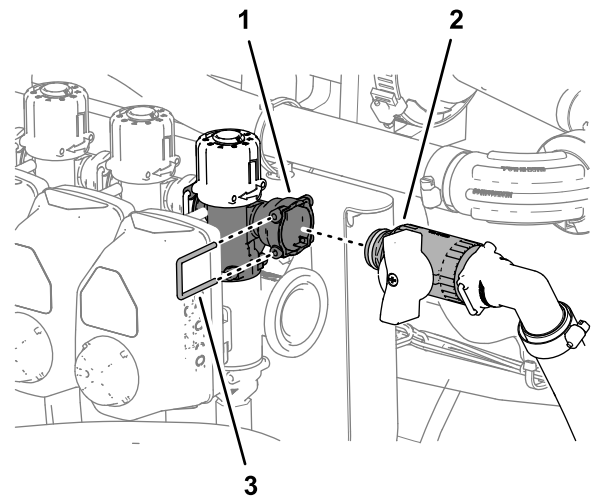

Bild 113
Schnelltrennanchlussstück (Buchse) des Sicherheitsventils (Bild 113).
2. Befestigen Sie die Schnelltrennanchlussstücke für das Sicherheitsabstellventil und das Sicherheitsventil mit dem Halter (Bild 113), den Sie in Schritt 3 in [Positionieren der Sicherheitsventile: Maschinen ohne den optionalen Handsprühstab oder die elektrische Schlauchtrommel \(Seite 34\)](#) entfernt haben.